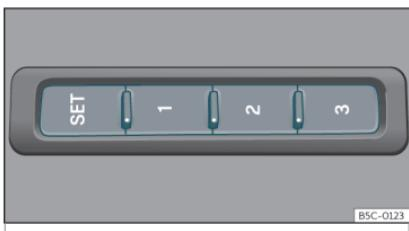

Fig. 109 En el lateral exterior del asiento del conductor: teclas de memoria.
- Pulse la tecla **SET** durante más de 1 segundo » fig. 109.
- Mantenga pulsada la tecla **SET** » fig. 109.